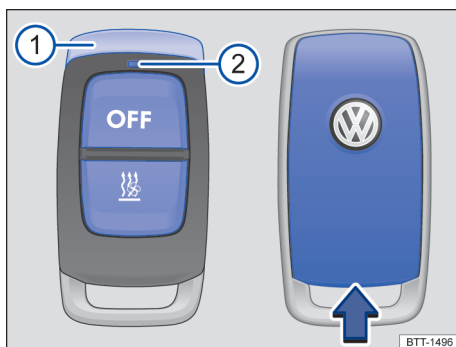

Fig. 122 Aquecimento estacionário: Controle remoto (à esquerda) com compartimento da bateria (à direita).
- **Ligar:** pressionar o botão **[ON]** → Fig. 122.
- **Desligar:** pressionar o botão **[OFF]** → Fig. 122.
Após apertar um botão, o LED exibe diferentes estados → Fig. 122 ②.
- Segurar o controle remoto com a antena na vertical para cima → Fig. 122 ①.
- Inserir a ferramenta apropriada, por exemplo, uma chave de fenda, no sentido da seta no entalhe da carcaça do controle remoto → Fig. 122.
- Empurrar a cobertura da bateria contra o sentido da seta até encaixar → Fig. 122.